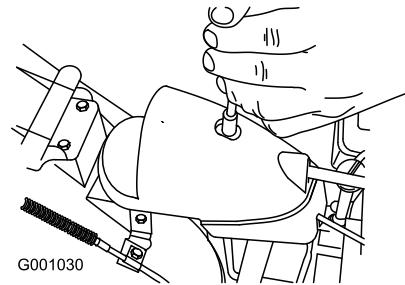

Figure 49
1. Retirez la fixation du couvercle du secteur denté (Figure 49), soulevez l'avant du couvercle et faites-le coulisser en arrière de façon à l'écartez.